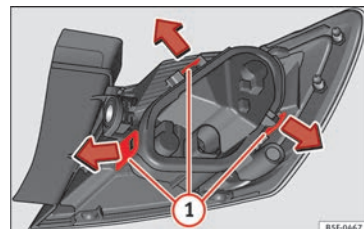

Fig. 112 Linguette di fissaggio nella parte posteriore del fanale di coda.
- Smontare il portalampada » **fig. 112** sbloccando le linguette di fissaggio ①.